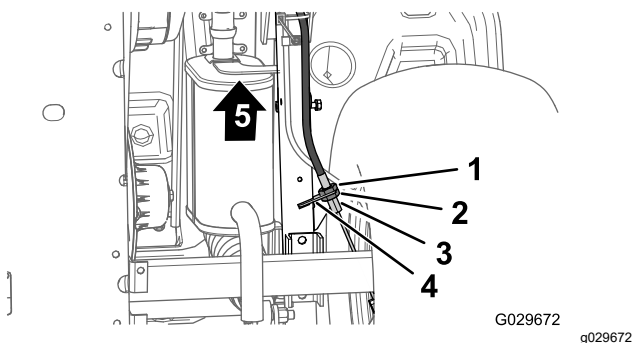

Figura 66
3. Sulla parte inferiore della macchina, allentate di 4 giri il controdado posteriore per il regolatore filettato del cavo del freno di stazionamento (Figura 66).
4. Serrate il controdado anteriore (Figura 66).
- A. Allentate di 1 giro il controdado anteriore (Figura 66) per il regolatore filettato del cavo del freno di stazionamento.
- B. Serrate il controdado posteriore (Figura 66).
- A. Allentate di 1 giro il controdado posteriore (Figura 66) per il regolatore filettato del cavo del freno di stazionamento.
- B. Serrate il controdado anteriore (Figura 66).